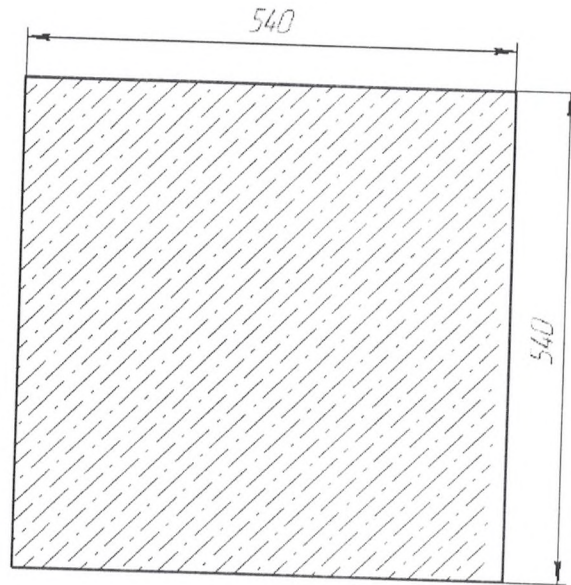

Рис.5 Схема фундамента
- разметить площадку (рис.5) и подготовить яму, глубиной 540x540x550 мм;